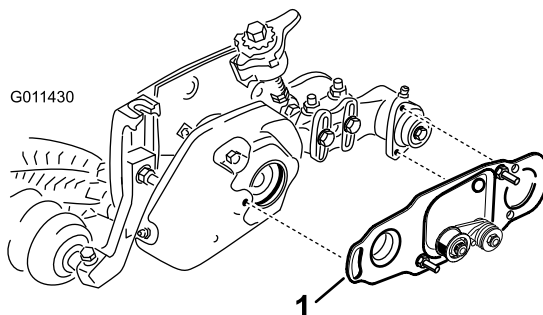

Figure 48
5. Si une brosse de rouleau est montée, vérifiez que la plaque de la brosse (Figure 48) est parallèle à la plaque du plateau de coupe et qu'elle est complètement insérée dans les rondelles de caoutchouc.